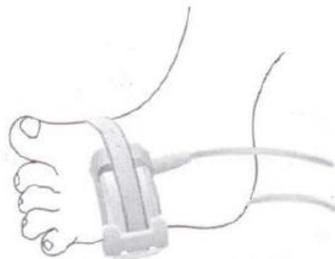

Figura 3.11: Posicionando um Sensor Neonatal SpO2
4. Fixe ao prendedor (cerca de 20mm de comprimento), assegurando o correto posicionamento do sensor, conforme a Figura 3.11. Não aperte o prendedor para não afetar o fluxo sanguíneo.